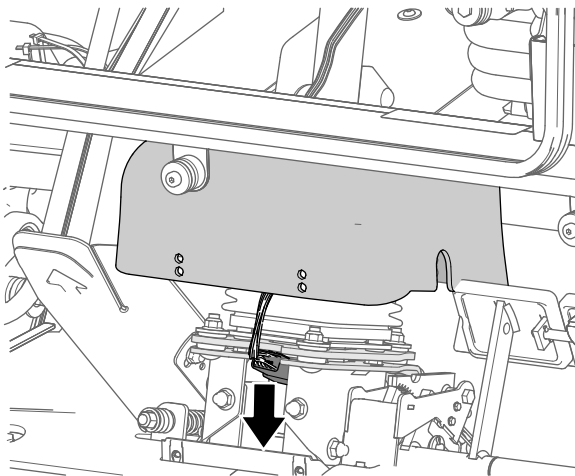

Figura 21
2. Enrute el arnés de cables del kit por delante de la válvula de dirección y hacia abajo, como se muestra en Figura 21